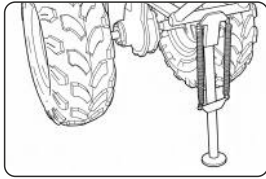

Рис. 5
- Переведите подставку, расположенную в передней части мотоблока, в вертикальное положение (рис. 5). Обоприте на нее мотоблок. Перед дальнейшей сборкой убедитесь, что мотоблок находится в устойчивом положении.